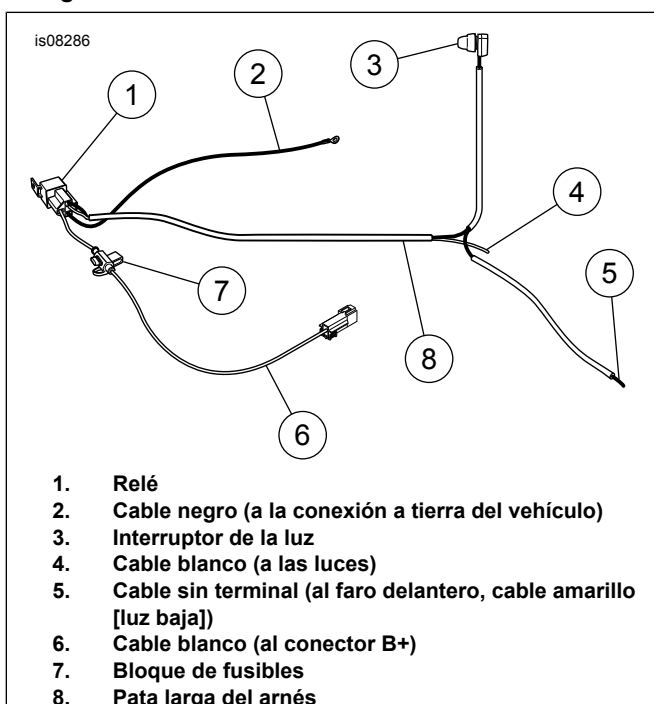
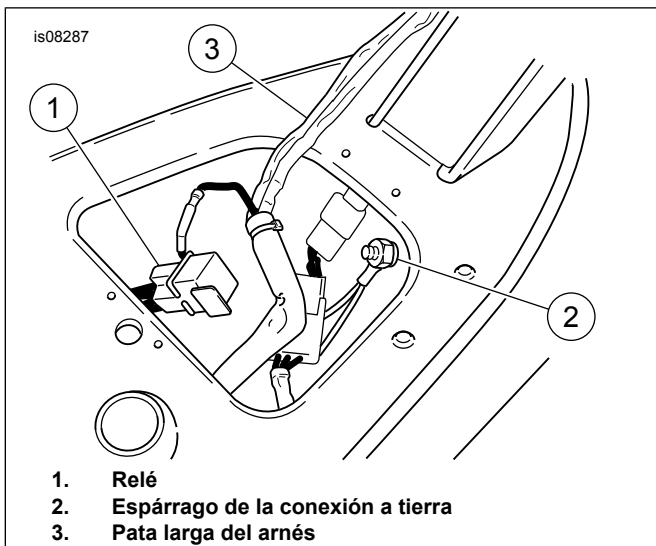
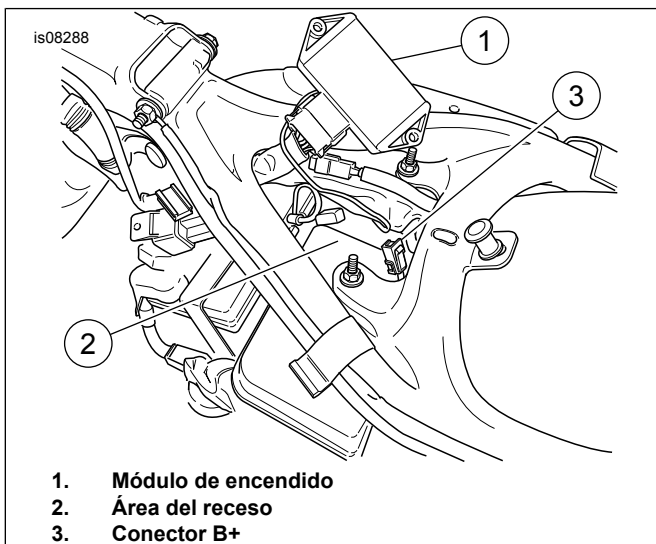

Figura 4. Identificación de los componentes del arnés de cableado
Figura 5. Instalación del arnés de cableado (se muestra el modelo Dyna)
Figura 6. Instalación del arnés de cableado (modelos de 2004 y posteriores)
Vea Figura 4 para identificar los componentes del arnés de cableado.
11. Vea Figura 5. Instale el arnés de cableado. Coloque el relé (1) en la abertura en la cama del asiento y pase la pata larga del arnés (3) a lo largo del eje central de la estructura. **Modelos XL de 2004 y posteriores:** Vea Figura 6. Quite las tuercas de retención del módulo de encendido (1) y temporalmente cambie el módulo de posición, como se muestra. Coloque el relé en el área del receso (2) del depósito de aceite. Instale el módulo de encendido. Coloque la pata larga del arnés a lo largo del eje central de la estructura. **Todos los modelos de 2003 y anteriores:** Vea Figura 4. Corte el conector del conductor blanco y reemplácelo con el terminal de anillo que viene con el kit. Conecte el cable blanco con el terminal de anillo al terminal del espárrago de cobre (BAT) del disyuntor principal. **Todos los modelos de 2004 y posteriores:** Conecte el cable blanco con el conector al conector B+ del arnés de la motocicleta.
12. Vea Figura 4. Conecte el cable negro de la conexión a tierra (2) con el terminal de anillo al espárrago de la conexión a tierra debajo del asiento o en cualquier buen punto de conexión a tierra eléctrica. Asegure el arnés del kit a los arneses adyacentes con las correas de cables (artículo 16) del kit.
13. Vea Figura 4. Coloque el arnés pasado del cabezal de dirección y coloque la pata del interruptor de la luz (3) del arnés a lo largo del lado izquierdo del manillar al control del embrague.